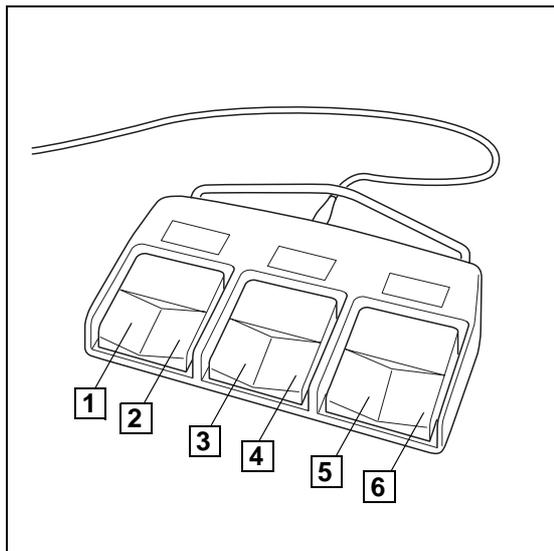

Fig. 102 : Pédalier
Le pédalier (1009.81G0/G1/G2) peut être branché sur la tête du pilier ou sur le plateau de base (►► Page 86). Les interrupteurs à bascule (1) à (4) (►► Fig. 102) disposent des mêmes
fonctions sur toutes les versions de pédalier. Les interrupteurs à bascule (5) et (6) (►► Fig. 102) ont des fonctions différentes.